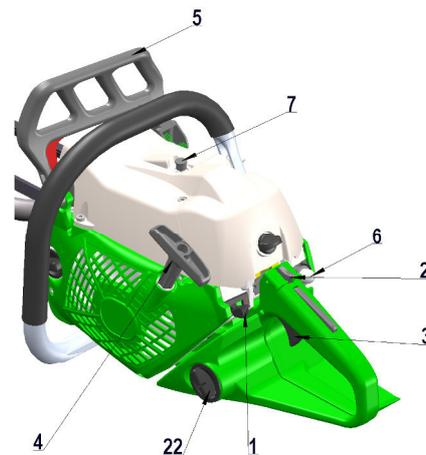

Abbildung 4
- Ziehen Sie den Griff (4) (Abb. 4) langsam, bis Sie ein wenig Widerstand spüren. Ziehen Sie nun schnell und heftig am Griff. Fahren Sie mit dieser Tätigkeit fort, bis der Motor einige Startgeräusche abgibt.
- Stellen Sie den Schalter (1) in die zentrale Position (B) und ziehen Sie einige Male am Startseil, bis der Motor anspringt (nur bei kaltem Motor).